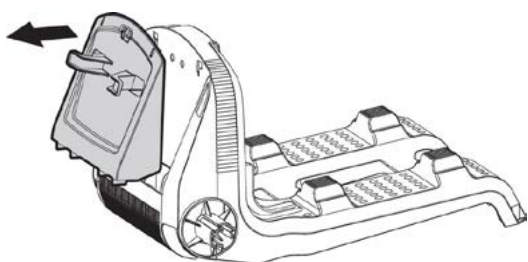

Figura 7
1. Mientras sostiene el chasis del carrito en su lugar, tire de la parte superior del soporte del cable de comunicación en forma recta hacia afuera hasta que se desprenda. Verloge. Voir **Figura 7**.